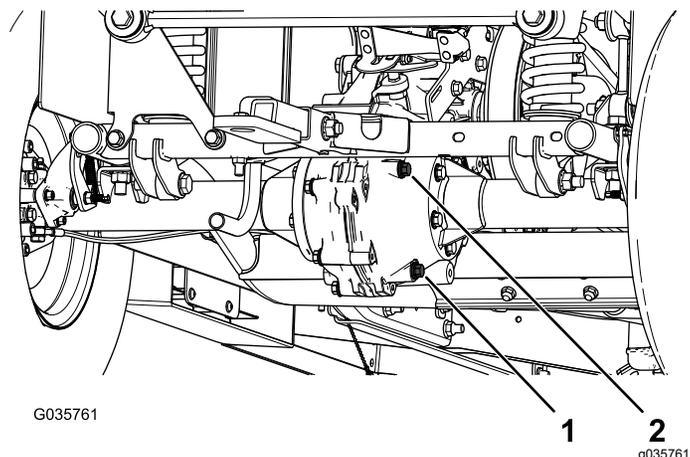

図 57
- トランスアクスルについている補給プラグを外す 図 57。
- オイルの量が少ない場合は、補給プラグを取り、穴からあふれ出てくるまで所定のオイルを補給する 図 57。
- ドレンプラグの下にオイルを受ける容器をおく 図 57。
- トランスアクスルについている補給プラグとシールを外す 図 57。
- ドレンプラグとシールを外してオイルが完全に抜けるのを待つ 図 57。